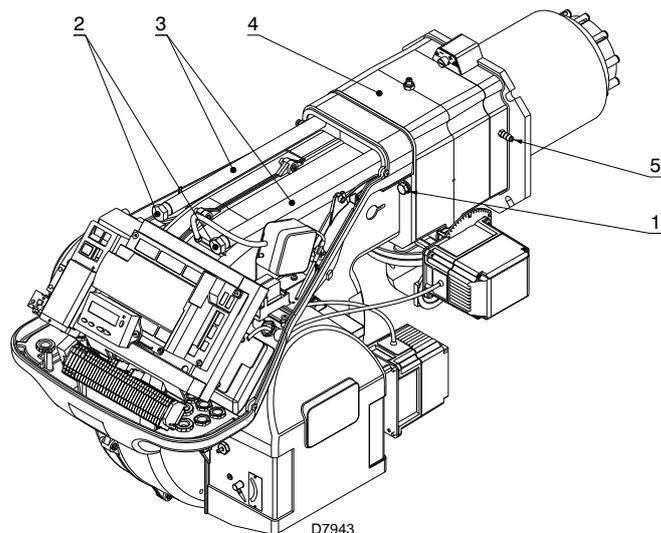

Fig. 21
- insérer le câble de la sonde et le câble de l'électrode puis faire glisser le brûleur jusqu'au manchon dans la position illustrée sur la Fig. 21;